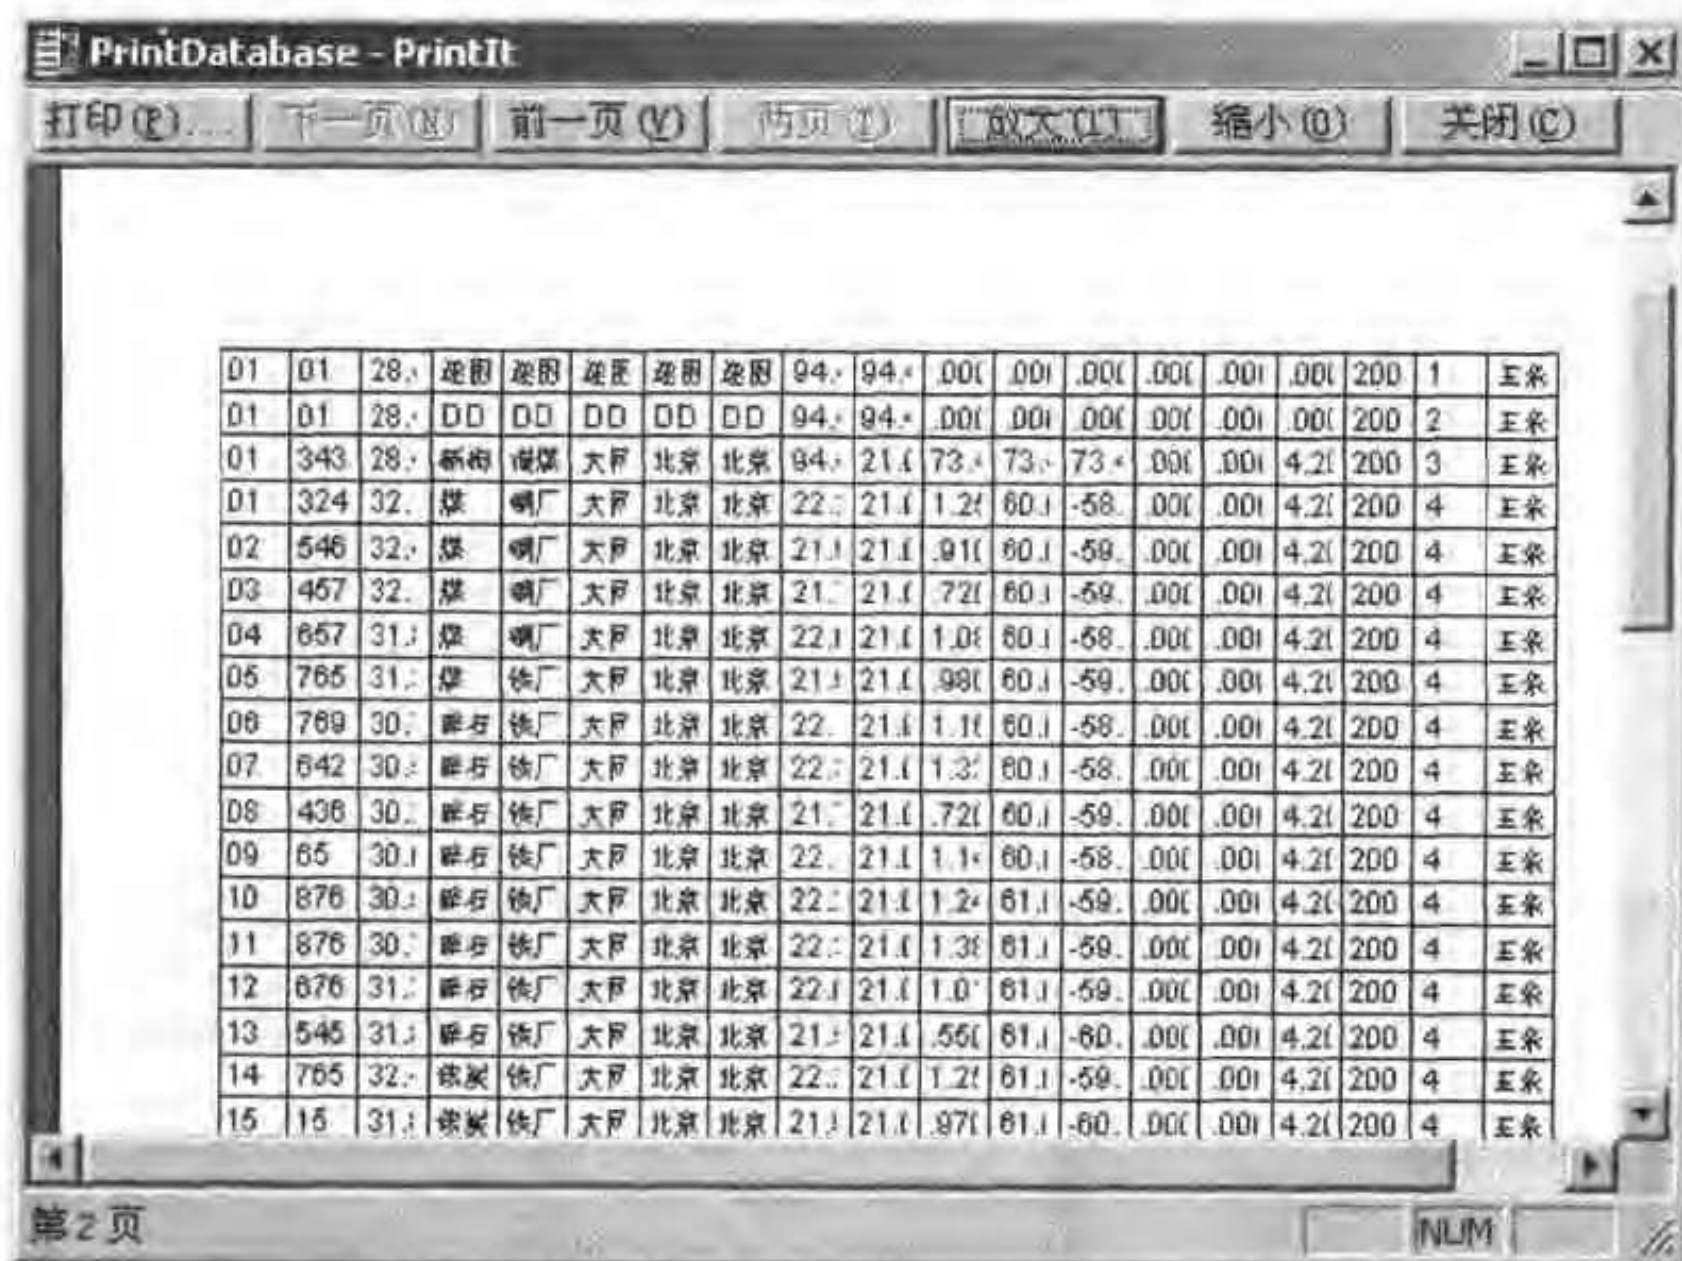

图 9-29 “打印预览”对话框
- 激活 WinCC,在运行状态下测试刚才组态的功能。每次按下按钮,“打印预览”对话框就会如图 9-29 显示。